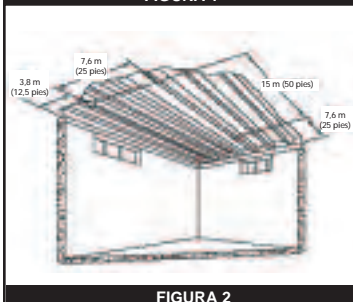

FIGURA 2
• En habitaciones con viguetas o vigas a la vista, todas las alarmas que se instalen en el cielo raso se deben ubicar en la parte inferior de tales vigas (consulte la Figura 2).
• Se debe reducir la separación entre las alarmas especificada para cielos rasos lisos si se instalan alarmas en un cielo raso con viguetas a la vista a un máximo de la mitad del valor que se indica, medido en ángulo recto con respecto a la vigueta sólida (consulte la Figura 2).